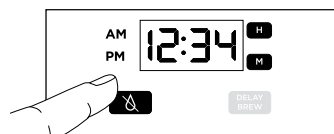

Fig. 13a
Mientras prepara una jarra llena o media jarra, presione el botón Drip Stop (detención del goteo)  para pausar el ciclo de preparación y sírvase una taza. Vuelva a colocar rápidamente la jarra y presione el botón Drip Stop (detención del goteo)  nuevamente para completar la preparación (Fig. 13a).
- 1 Presione y mantenga apretado el botón Drip Stop (detención del goteo)  (Fig. 13a) hasta que en la pantalla del reloj titile dFLt (default, predeterminado) o el tiempo previamente especificado.